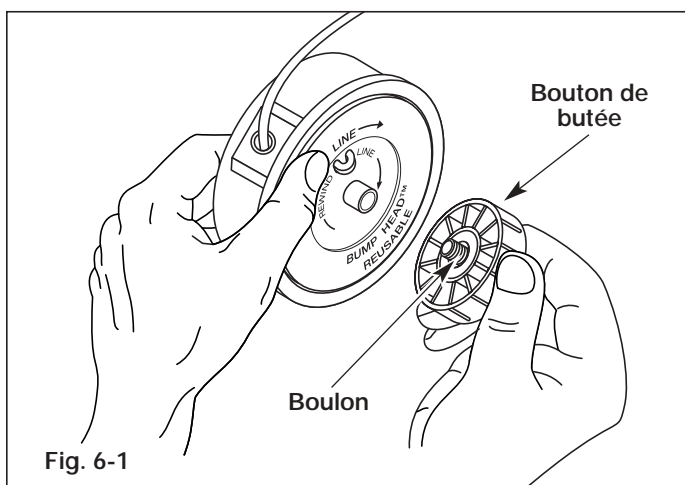

Fig. 6-1
1. Tenez la bobine extérieure d'une main et dévissez le bouton de butée vers à gauche (Fig. 6-1). Inspectez le boulon à l'intérieur du bouton de butée pour vous assurer qu'il se déplace librement. Remplacez le bouton de butée s'il est endommagé.